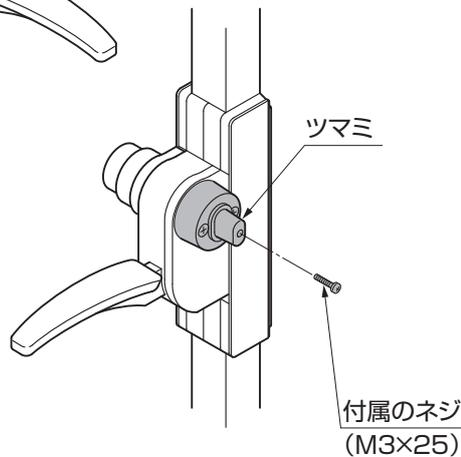

図1-3
- ツマミが不要な場合はツマミの真ん中のネジを外して使用してください。(図1-3参照)